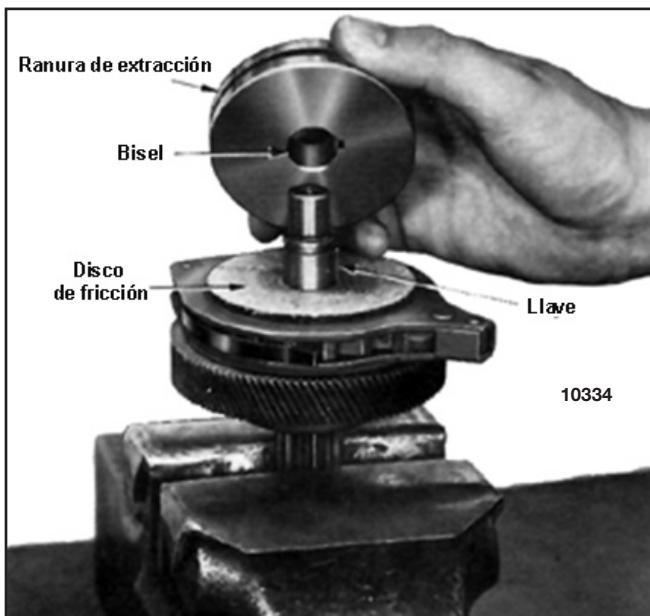

Figura 7-22. Vista que muestra la brida del freno de carga quitada
2. Con una herramienta de extracción, retire la brida del freno de eje. Con este fin, se provee una ranura alrededor del diámetro. Vea la figura 7-22. Retire la llave del eje y retire 2 discos de fricción y el montaje del trinquete y gatillo (fig. 7-23).
- Al instalar la brida del freno, ubíquela con el bisel en dirección al disco de fricción; figura 7-22.